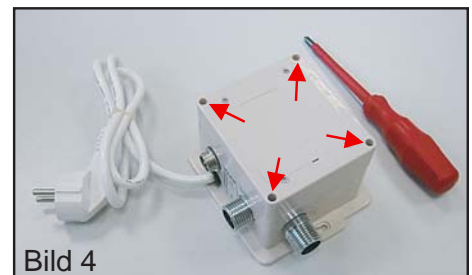

Bild 4
- 3) Entfernen Sie die äußeren 4 Kreuzschlitzschrauben und ziehen Sie das Gehäuse nach oben ab. (Bild 4)